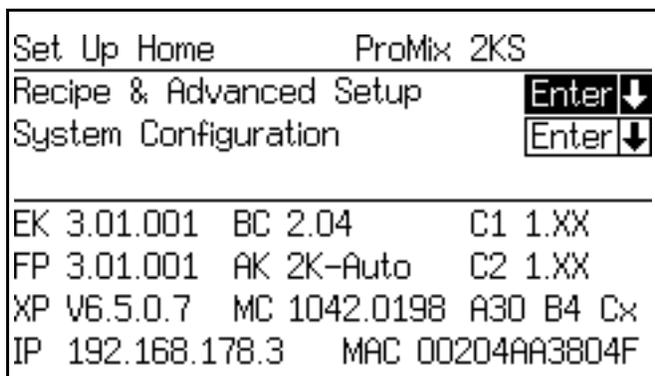

图 106. 设置主页面
1. 在 EasyKey 上，按下设置  键以进入“设置主页面”。选择“系统配置”以进入配置屏幕。图 106。